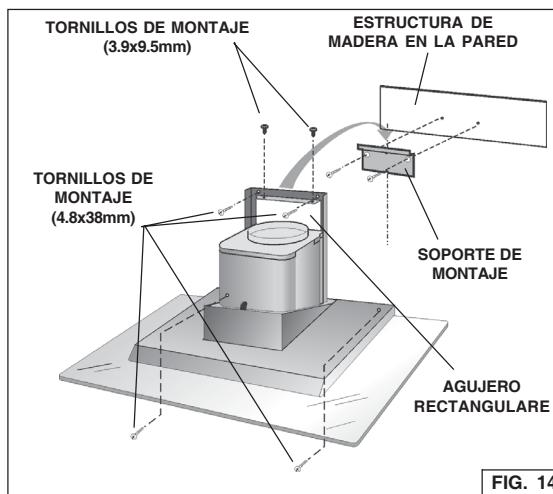

FIG. 14
2. Alinee la abertura rectangular de la parte posterior de la campana con el soporte de montaje de la pared. Baje suavemente la campana hasta que encaje correctamente en el soporte. Fig. 14.
3. Nivele la campana con dos tornillos de montaje de 3.9 x 9.5 mm y fíjela con cuatro tornillos de montaje de 4.8 x 38 mm. Si no dispone de tachones de pared ni de marcos, utilice los soportes de muro de mampostería sin mortero suministrados. Fig. 14.